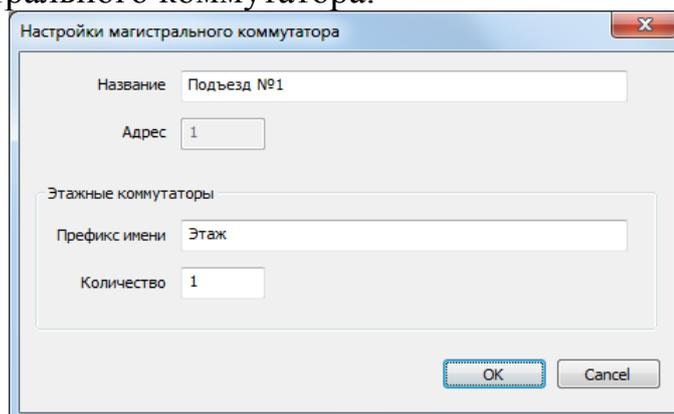

Рис.15 Настройки магистрального коммутатора
5.1.16 Для добавления следующего КМС, необходимо с помощью ПКМ активировать контекстное меню и выполнить в нем команду «Добавить магистральный коммутатор». Появится окно (рис.15), в котором номер подъезда увеличен на 1. Нажать «ОК». В объект будет введен магистральный коммутатор. На рис.19 показан пример объекта с двумя КМС (подъездами). В первом подъезде – 1 этаж, во втором – 2этажа.